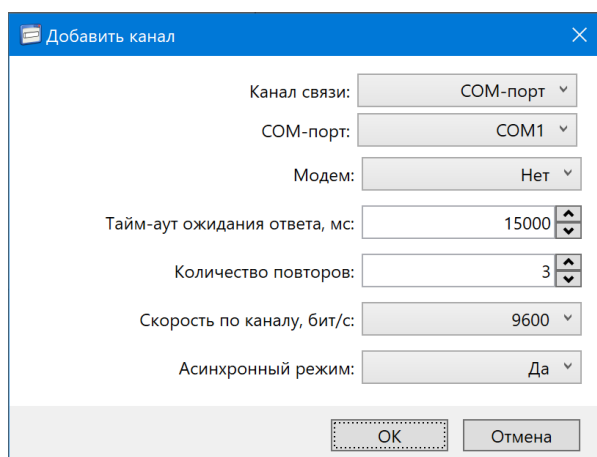

Рисунок 9.10 – Добавление канала связи со счетчиком
9.5.5.4 В появившемся окне указать тип канала (*COM порт* в случае оптопорта) и выбрать последовательный порт, к которому подключено УСО-2. Остальные параметры можно оставить без изменений (рисунок 9.10).